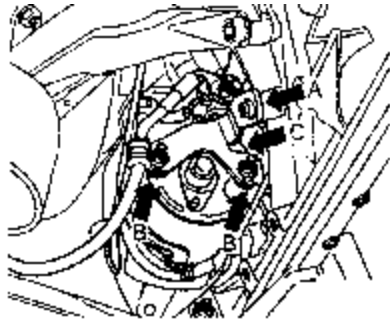
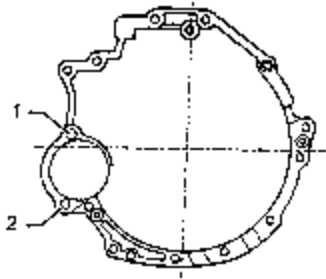

图 11-11 起动机的固定
图 11-12 变速器钟形盖断面图
(2) 起动机在发动机缸体上的固定
①拧下起动机固定支架，如图 11-11 中箭头 C 所示。
②从发动机缸体中拧下内六角螺栓 M8 (图 11-11 中箭头 A)。在安装时用 22N·m 拧紧内六角螺母。
③拧紧两个内六角螺母 M5 (图 11-11 中箭头 B)，支架就可以从起动机上拆下。安装时，以 4N·m 拧紧该螺母。
(3) 起动机在变速器箱体上的固定
①从变速器钟形盖中拧下上部的六角螺栓 1 (图 11-12 为变速器钟形盖的截面图) M12×90。在安装时，以 65N·m 拧紧六角螺栓。